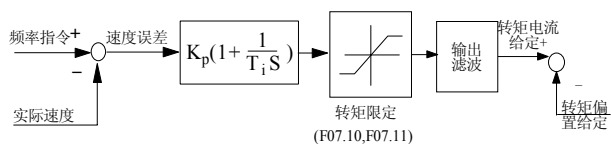

图6-31 速度调节器简化图
- 速度调节器 (ASR) 的构成如图 6-31 所示。图中 K_p 为比例增益 P， T_i 为积分时间 I。